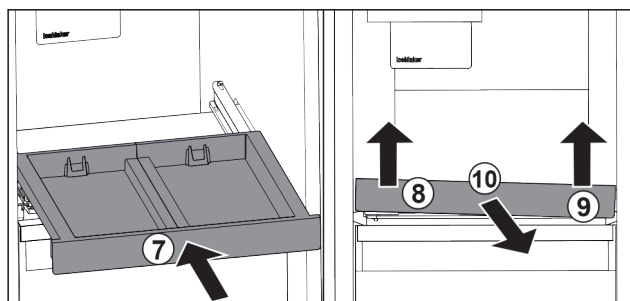

Fig. 103
- Inserire il ripiano estraibile. Fig. 103 (7)
- Sollevare il ripiano estraibile dalla parte anteriore a sinistra. Fig. 103 (8)
- Sollevare il ripiano estraibile dalla parte anteriore a destra. Fig. 103 (9)
- Rimuovere il ripiano estraibile tirandolo in avanti. Fig. 103 (10)